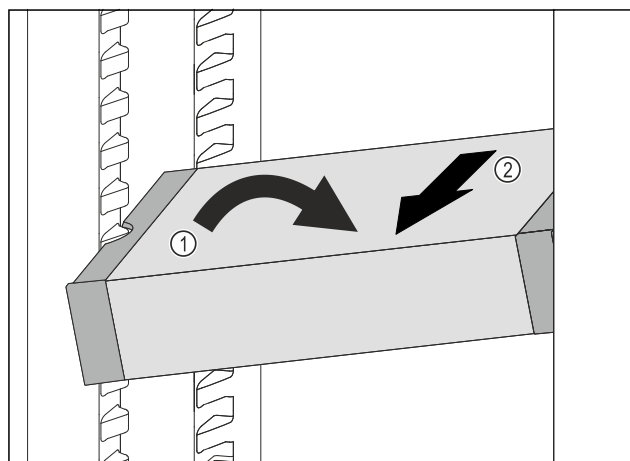

Fig. 188
- Incliner le VarioSafe dans la partie réfrigérateur. *Fig. 188 (1)*
- Sortir le tiroir VarioSafe par l'avant. *Fig. 188 (2)*